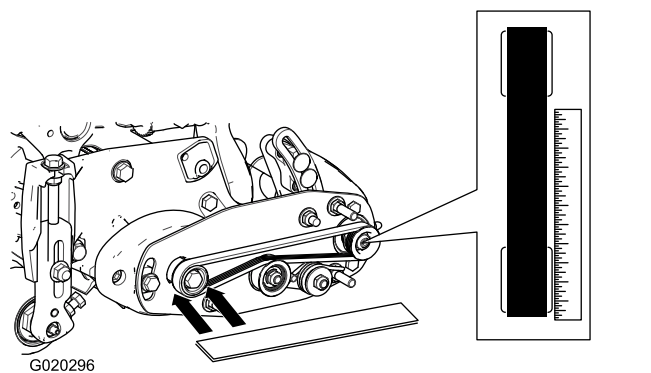

図 15
- B. 駆動プーリの外側面に直定規を当てる図 15。駆動プーリと受動プーリの両方に直定規を当てないこと。